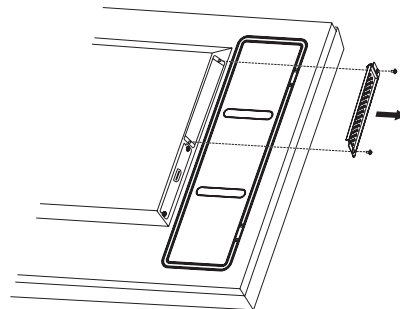

Abbildung 1
2. Entfernen Sie die Abdeckung des Steckplatzes, indem Sie die Schrauben lösen (**Abbildung 1**).